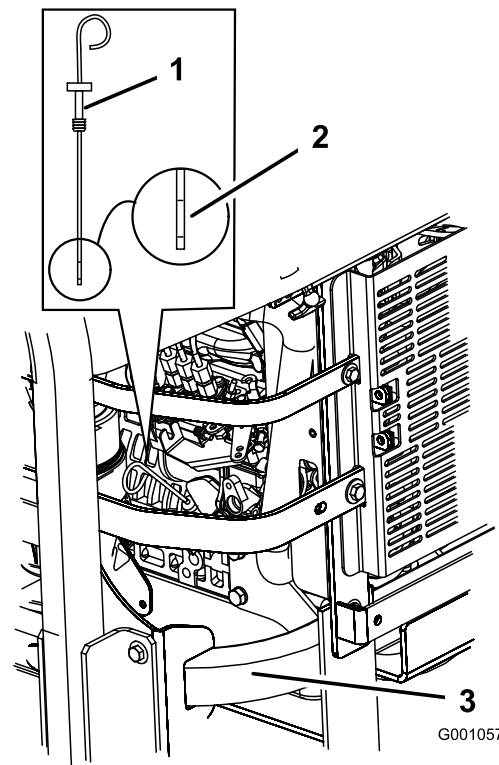

Bild 46
3. Reinigen Sie den Bereich um den Ölpeilstab herum (Bild 46), damit kein Schmutz in den Einfüllstutzen gelangen und so den Motor beschädigen kann.
4. Ziehen Sie den Ölpeilstab heraus und wischen das Metallende ab (Bild 46).
5. Schieben Sie den Ölpeilstab vollständig in den Einfüllstutzen. Ziehen Sie den Peilstab wieder heraus und prüfen Sie das Metallende (Bild 46). Gießen Sie bei niedrigem Ölstand nur so viel Öl langsam in den Einfüllstutzen, dass der Ölstand die VOLL-Markierung erreicht.